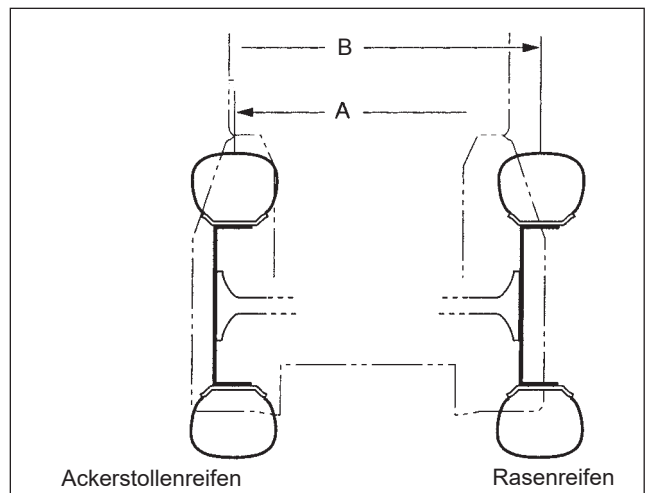

ABB. 118
ABB. 118: Gegebenenfalls die Verzahnungsplatte von den Bremspedalen (1) lösen und das Spiel der einzelnen Pedale prüfen. Das korrekte Spiel (A) der einzelnen Bremspedale beträgt 30 bis 40 mm.